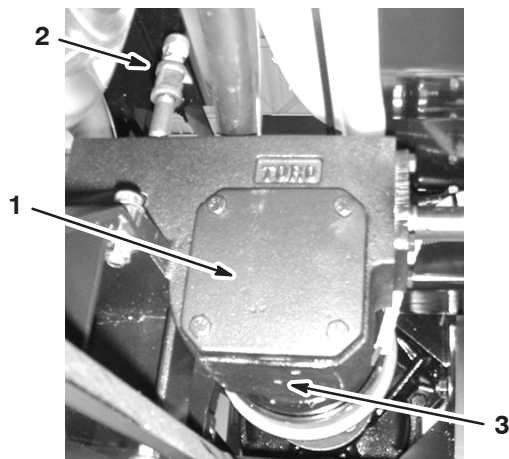

Bild 49
- Entfernen Sie die Ablassschraube (Bild 49) und lassen Sie das Öl in das Auffanggefäß abfließen.